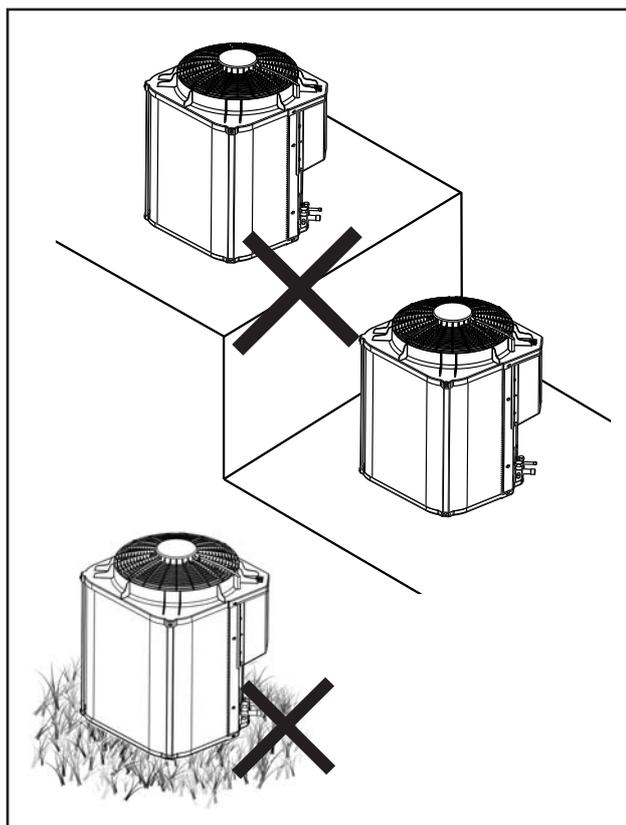

FIG. 2 - EVITAR INSTALAR
- Evitar instalar em locais irregulares, desnivelados, sobre gramas ou superfícies macias (a unidade deve estar nivelada). Fig. 2.
- Não instalar as unidades de maneira que a descarga de ar de uma unidade seja a tomada de ar da outra. Fig. 2.